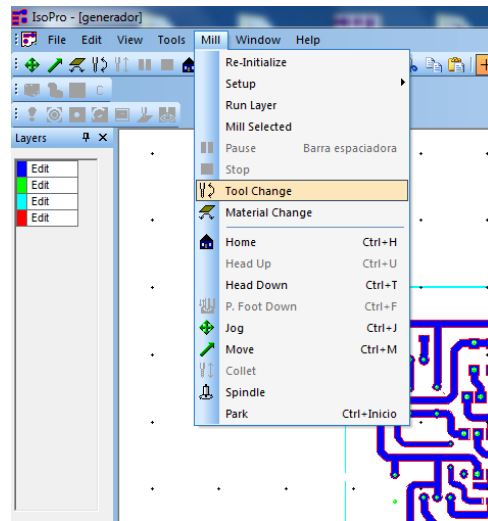

Figura 59. Ítem fresado (Mill) y opción cambio de herramienta (Tool Change).
37. Pulse cambio de herramienta (Tool Change) como se muestra en la figura 59.
23. Pulse sobre cambio de herramienta (Tool Change) (Ver figura 59).